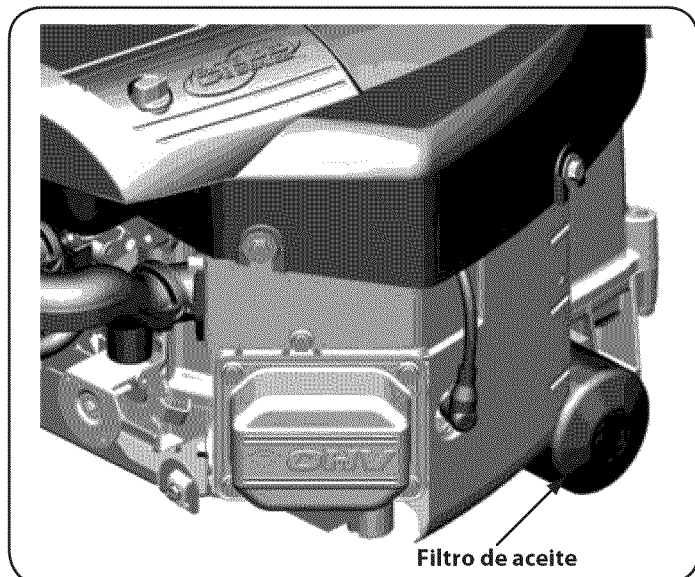

Figura 24
6. Limpie el área alrededor del filtro de aceite. Colocar un recipiente debajo del filtro para recoger el aceite y quitar el filtro. Ver la Figura 24.